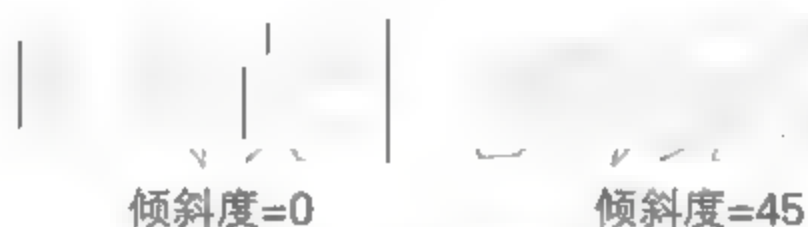

图6-24 不同【倾斜角度】的效果
- 倾斜角度：调整文字的倾斜角度，如图6-24所示。用户只能输入 $-85^{\circ} \sim 85^{\circ}$ 的角度值，超过这个区间将无效。